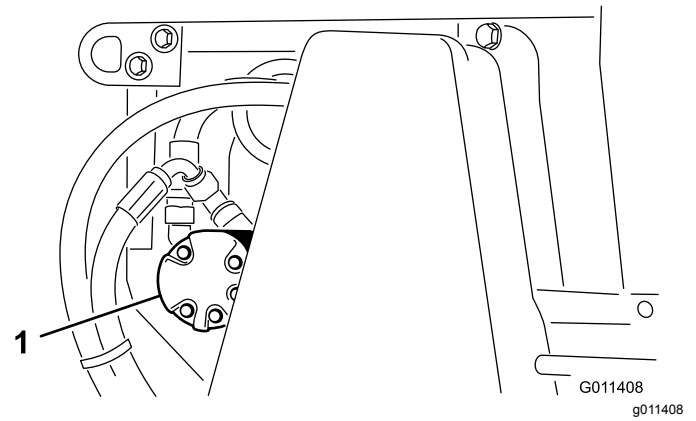

Figura 23
2. Afloje las tuercas que fijan el motor del cepillo (Figura 23) a la izquierda de la máquina.